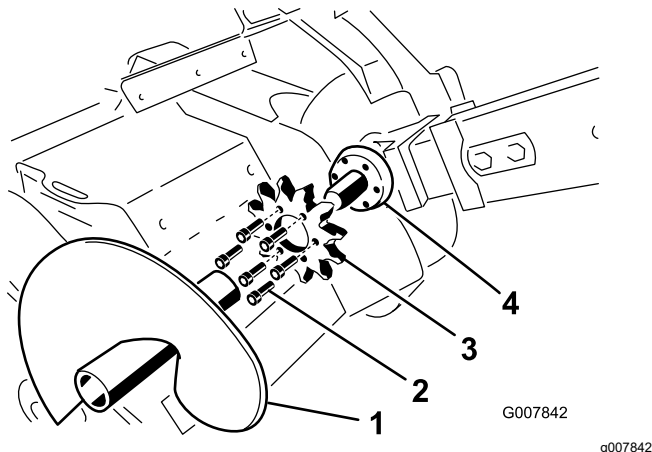

Figura 61
4. Togliete le lame della coclea (Figura 61).
9. Rimuovete i sei bulloni che fissano la ruota dentata di azionamento (Figura 61).
10. Togliete la ruota conduttrice e gettatela (Figura 61).
11. Pulite la superficie della ruota conduttrice sulla catenaria (Figura 61).
12. Inserite la nuova ruota sull'albero (Figura 61).
13. Inserite saldamente i sei bulloni nella ruota (Figura 61).